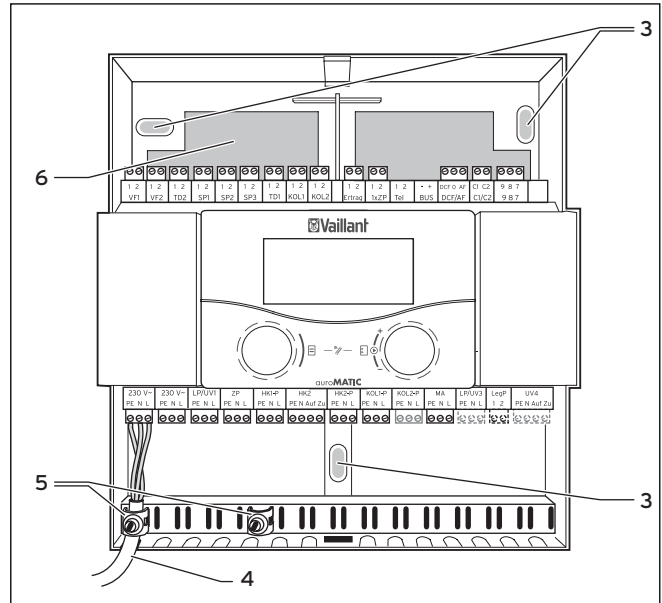
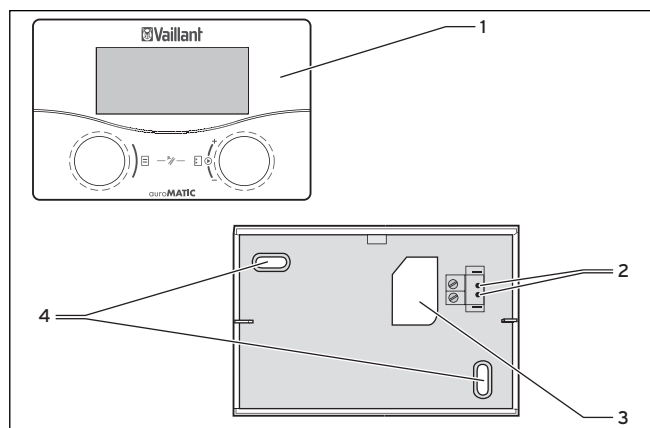

Fig. 4.3 Montaggio del supporto a muro
Fig. 4.4 Montaggio come dispositivo di comando a distanza
- Praticare due fori di fissaggio (4) con diametro di 6 mm per il supporto a parete VR 55 (→ Fig. 4.4).
- Fare passare il cavo di allacciamento attraverso l'apposita apertura (3).
- Connettere il cavo di collegamento (→ Fig. 4.3).
- Inserire la centralina nel supporto murale in modo che gli spinotti sul retro della parte superiore si inseriscano negli appositi fori (2).
- Premere la centralina (1) sull'alloggiamento da parete fino a quando scatta in posizione.